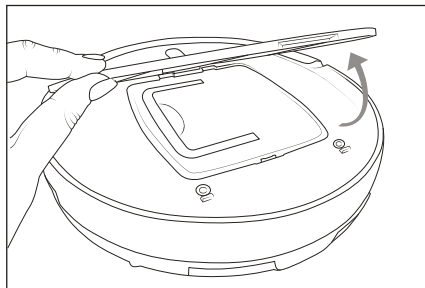

Bild 5
- 1) Ta loss kåpan **13** från dammbehållaren **12** och dra ut behållaren ur produkten med handtaget (se bild 5 och 6).